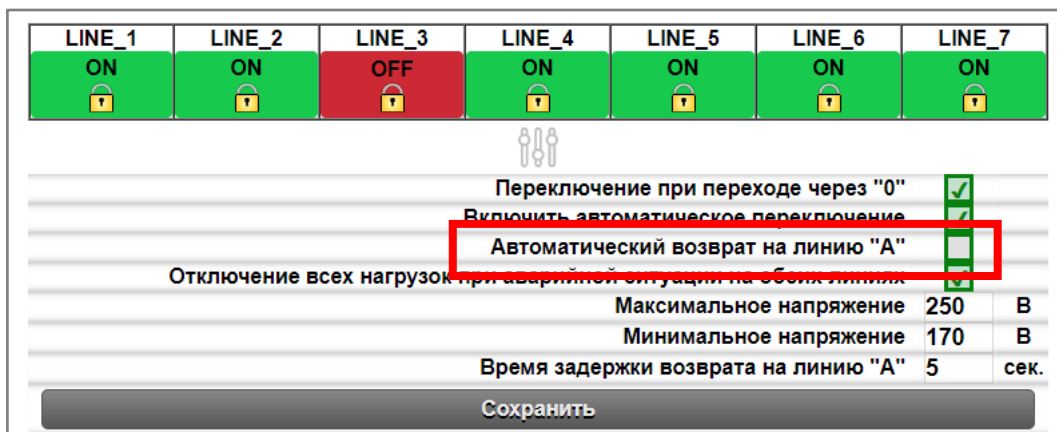

Рисунок 6
В обоих случаях переключение осуществляется двухкаскадным релейным переключателем (смотрите структурную схему, рис. 6), гарантирующим отсутствие сквозных токов между источниками даже в условиях больших перенапряжений.
- b. Примерно 7мс размыкается реле первого каскада на входе «INPUT A» (рис. 6).
По умолчанию эта команда активна. При переключении с одного входа на другой реле первого каскада (рис. 6) будет замыкаться в момент нулевого значения напряжения на входе, на который переключается устройство.